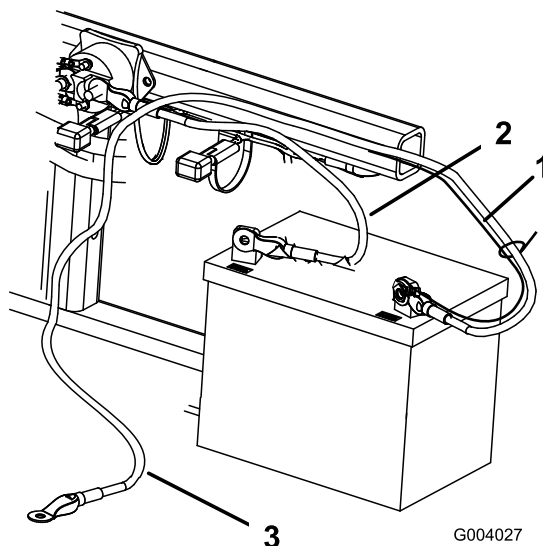

Figura 5
2. Fissate il cavo positivo (rosso) al morsetto positivo (+) con un bullone ($\frac{1}{4}$ " x $\frac{5}{8}$ ") e un dado di bloccaggio (Figura 5).
3. Fissate il cavetto nero e il cavo negativo (nero) al morsetto negativo (-) della batteria con un bullone ($\frac{1}{4}$ " x $\frac{5}{8}$ ") e un dado di bloccaggio ($\frac{1}{4}$ ") (Figura 5).